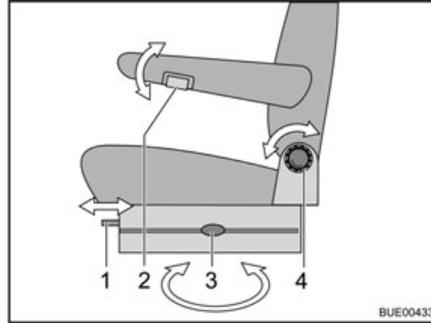
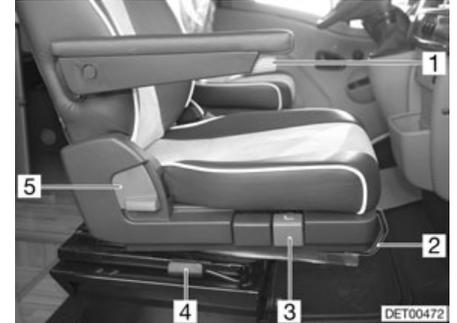

Fig. 73 Asiento del conductor y del acompañante (Aguti)
Fig. 74 Asiento del conductor y del acompañante (ISRI)
- Presionar o tirar la palanca (Fig. 73,3 ó Fig. 74,4) para girar los asientos. El asiento se desbloquea.